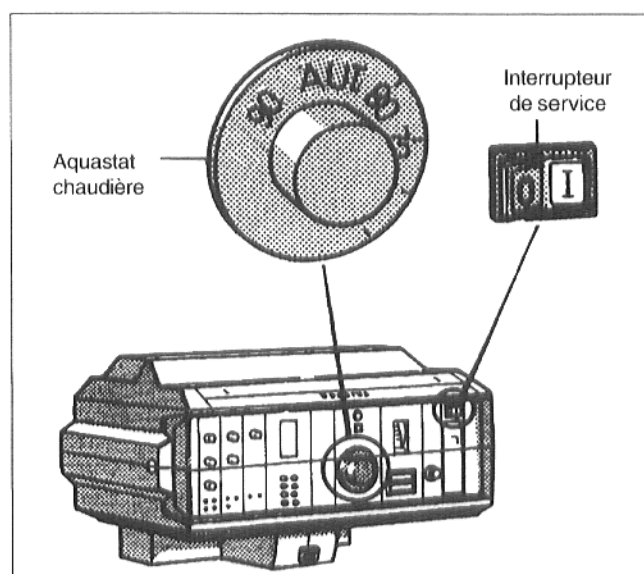
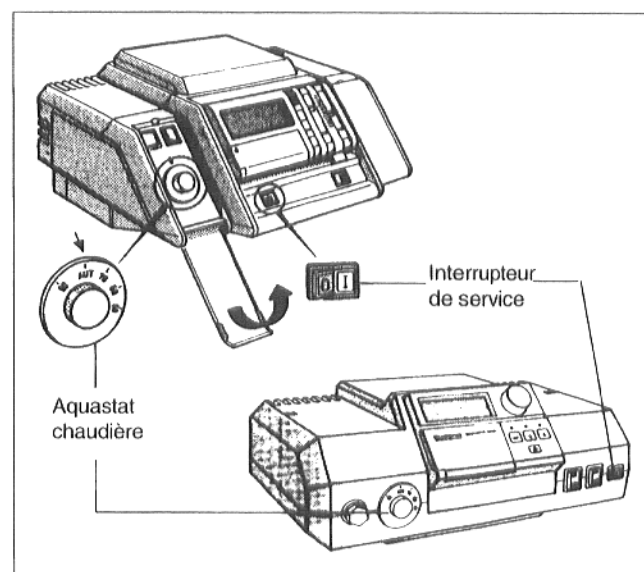

Fig. 27 Appareil de régulation HS 3220
Fig. 28 Systèmes de régulation 2000 et 4000
Rabattre le volet gauche de l'appareil de régulation vers le bas (Fig. 28).
- Positionner l'interrupteur de service sur I (MARCHE) (Fig. 27).
- Régler l'aquastat chaudière sur la température souhaitée, ou sur «AUT» pour la «régulation Ecomatic» (Fig. 27 ou Fig. 28).
Remettre le couvercle transparent en place (Fig. 27).
Refermer le volet gauche (Fig. 28).
- Mettre l'interrupteur de service (Fig. 27 et Fig. 28) en position 0 (ARRET).
- Mettre l'interrupteur de service (Fig. 27 et Fig. 28) en position I (MARCHE).